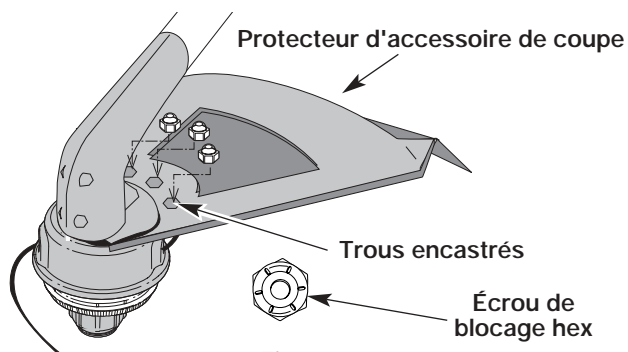

Fig. 4
2. Placez un écrou de blocage hex dans l'un des trois trous encastré, sur le dessus du protecteur d'accessoire de coupe (Fig. 4).